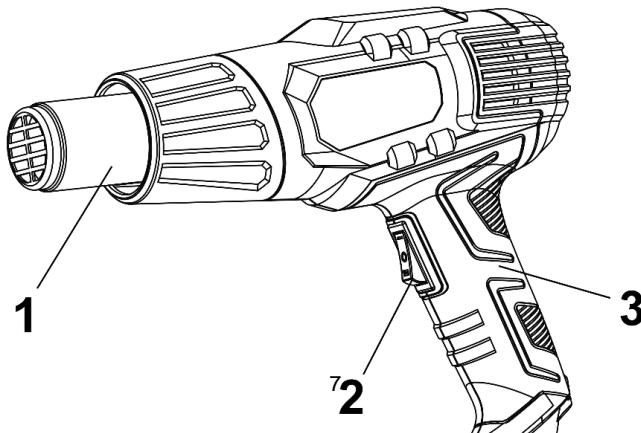

Рисунок 1
2.2.1 Конструкція виробу вміщена в корпус з термостійкого пластику і складається з наступних основних частин: нагрівального блоку в складі нагрівального елементу спірального типу в термоізолюючому кожуху з вихідним сталевим соплом нагрітого повітря (1); компресорного блоку у складі колекторного двигуна змінного струму з відцентровим повітряним компресором; перемикач/вимикач температурних режимів (2), – згідно рис. 1. Корпус обладнаний рукояткою (3) з торцевою опорою для міжопераційного зберігання або роботи соплом вверх. Електрична частина виробу складається з колекторного однофазного електродвигуна змінного струму, перемикача електроструму, електронного блоку управління з регулятором температури, з'єднувальних проводів і мережевого шнура. Захист від ураження електричним струмом користувача у виробі відповідає класу II за ДСТУ EN 61140:2015.